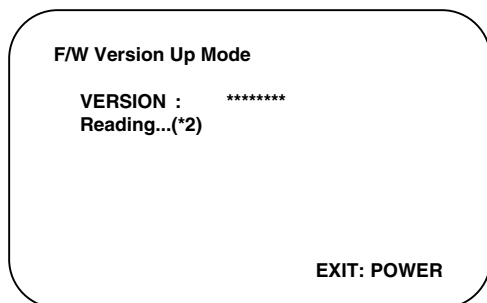

Abb. 3-2-3 Programmier-Modusbildschirm
4. Der DVD-Player schaltet sich automatisch in den F/W-Versionsaktualisierungs-Modus. Auf dem Bildschirm erscheint Abb. 3-2-3 und auf dem VFD erscheint Abb. 3-2-4.
Das in (*2) der Abb. 3-2-3 gezeigte Bild wird wie folgt beschrieben: